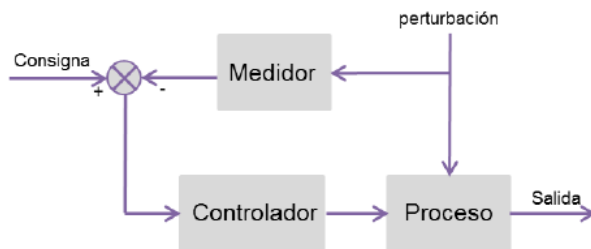

Figura 3.3. Esquema de un sistema de control anticipativo.
- Control anticipativo: El control anticipativo o *feedforward* se anticipa al cambio que puede provocar la perturbación sobre la variable controlada. En este sistema no se mide la variable controlada, sino que se mide la perturbación, controlando el sistema antes de que la perturbación afecte. El esquema de un sistema de control anticipado se presenta en la figura 3.3.